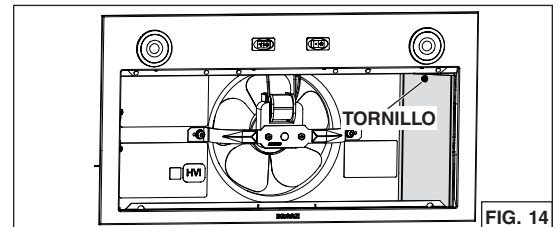

FIG. 14
3. Quite la tapa del compartimiento eléctrico (en gris en FIG. 14) en el interior del aparato retirando su tornillo de sujeción. Retire la bolsa de piezas detrás de la tapa. Poner la bolsa de piezas, la tapa y el tornillo de sujeción a un lado.